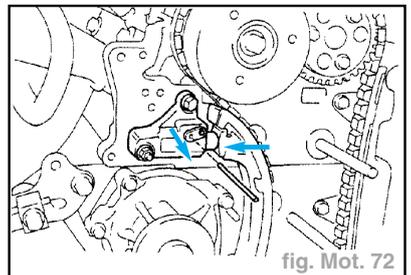

fig. Mot. 72
- Tout en faisant tourner la plaque de butée du tendeur vers le bas, enfoncer le piston du tendeur (fig. Mot. 72).